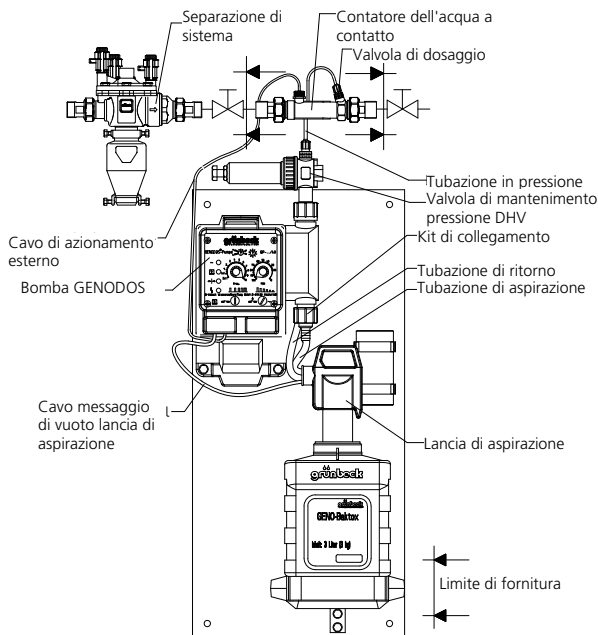
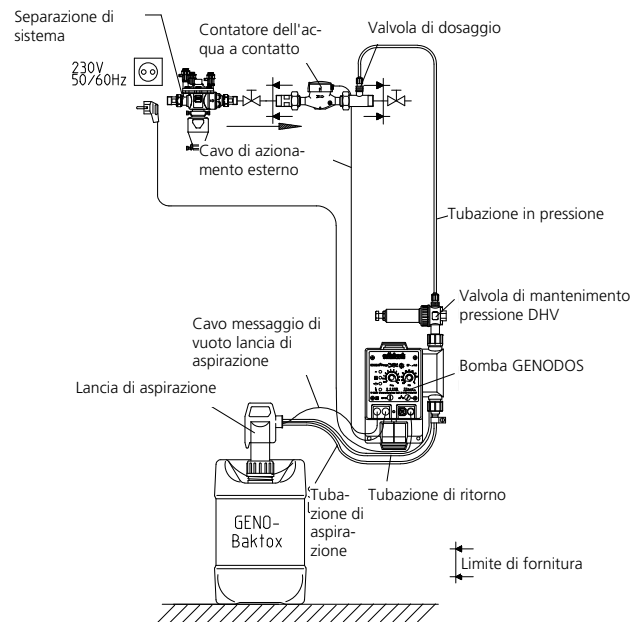

Fig. 2: Impianto di dosatura GENODOS® DM-BS 6
Fig. 3: Impianti di dosatura GENODOS® DM-BS 10 – DM-BS 30
- La valvola di dosatura deve essere posizionata in modo che a monte e a valle della stessa sia presente un dispositivo di intercettazione (vedere Fig. 2 e Fig. 3).
I contatori dell'acqua devono essere montati sulla tubazione dell'acqua secondo il verso del flusso indicato dalla freccia (→). Per i contatori dell'acqua a contatto con diametro nominale di 1½" e 2" occorre controllare che l'inserito con l'attacco di iniezione venga montato sul lato di uscita del contatore dell'acqua (vedere Fig. 3).